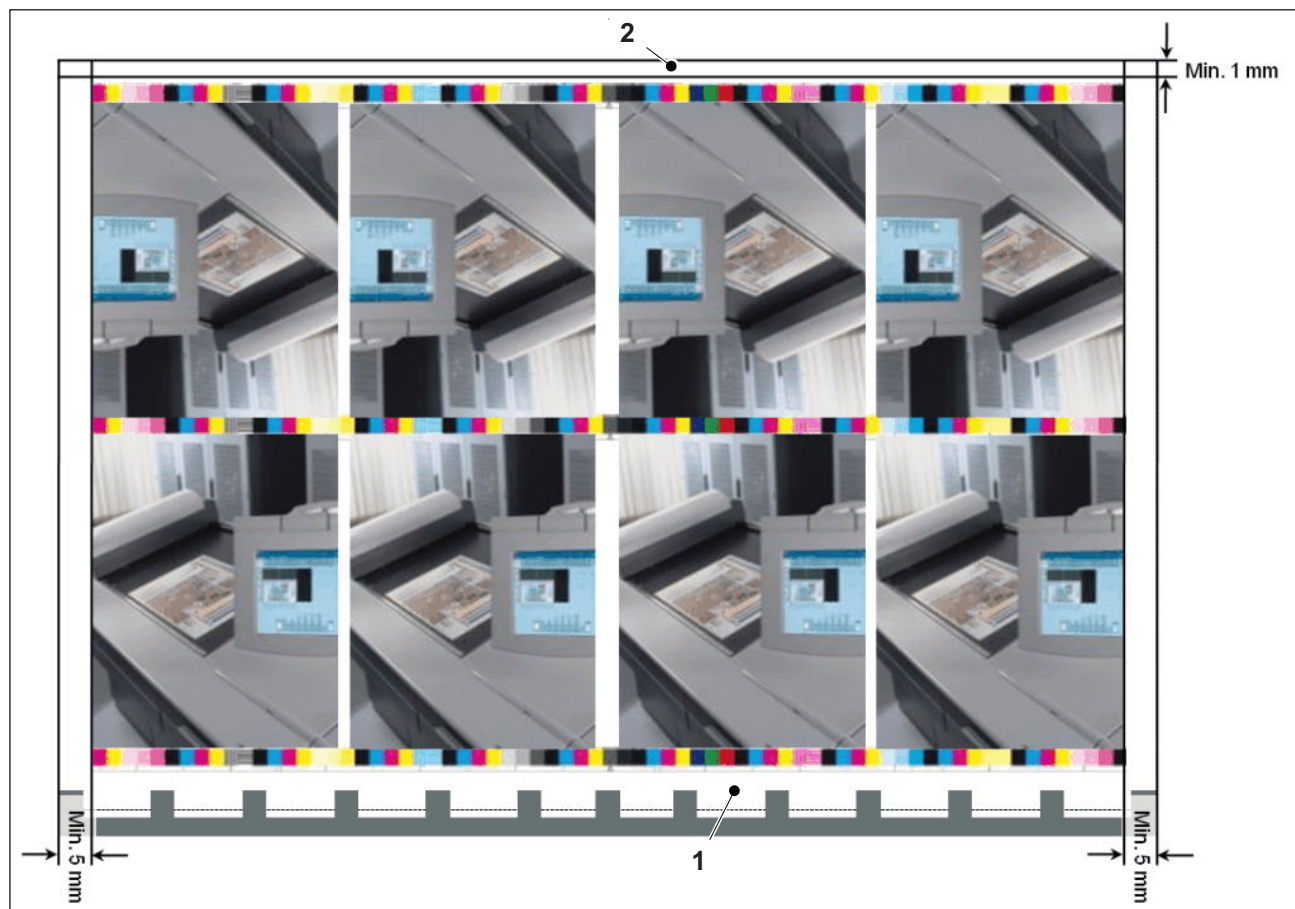

Abb. 21 Montage Prinect Inpress Control
- Sie können den Druckkontrollstreifen an jeder beliebigen Position zwischen Greiferrand (Abb. 21/1) und Bogenhinterkante (Abb. 21/2) montieren.